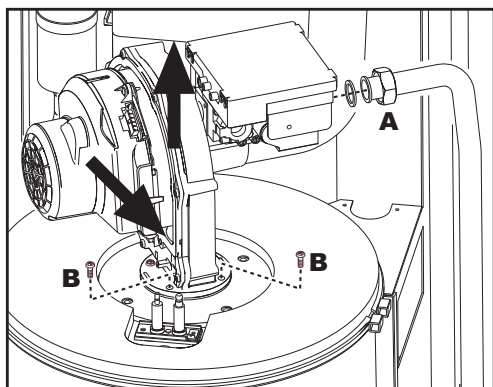
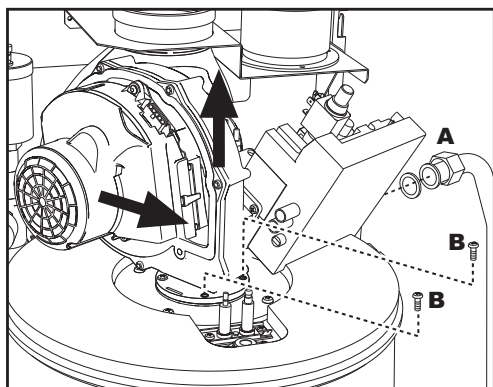

fig. 29 - modello FUTURIA N 80
fig. 30 - modello FUTURIA N 125
4. Svitare il giurello "A" di fissaggio della valvola gas (fig. 29 e fig. 30).
5. Svitare le due viti "B" di fissaggio e sfilare il gruppo ventilatore come indicato in fig. 29 per il modello **FUTURIA N 80** e in fig. 30 per il modello **FUTURIA N 125**.